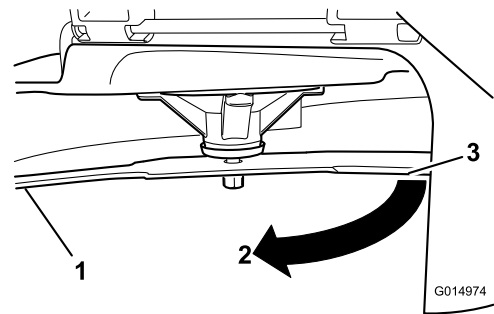

Figura 95
3. Distancia medida entre la cuchilla y la superficie (A)
4. Gire la misma cuchilla 180 grados de manera que el otro extremo esté en la misma posición (**Figura 95**).